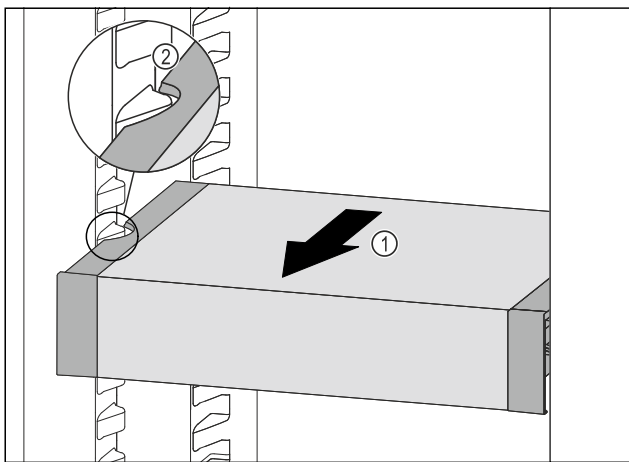

Fig. 111
- Tirer le VarioSafe vers l'avant Fig. 111 (1) jusqu'à ce que les encoches latérales du VarioSafe se trouvent au niveau de la nervure du bac dans la partie réfrigérateur. Fig. 111 (2)